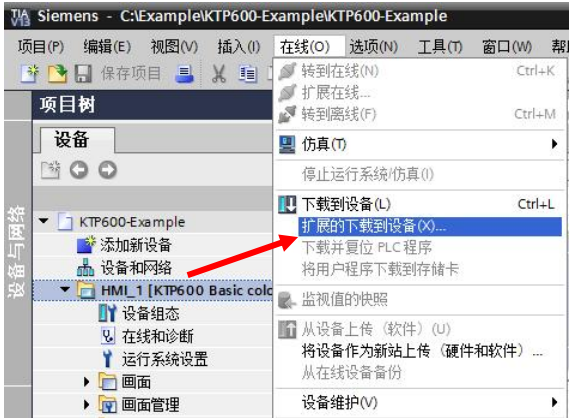

图 3-10
2. 在项目树中选中设备“KTP600 Basic color DP”，点击工具栏中下载图标  或点击菜单“在线 > 下载到设备”。当第一次下载项目到操作面板时，“扩展的下载到设备”对话框会自动弹出，在该对话框中选择协议、接口或项目的目标路径。如图 3-10。注意：该对话框在之后的下载中将不会再次弹出，下载会自动选择上次的参数设定进行。如果希望更改下载参数设定，则可以通过单击菜单“在线 > 扩展的下载到设备”来打开对话框以进行重新设定。